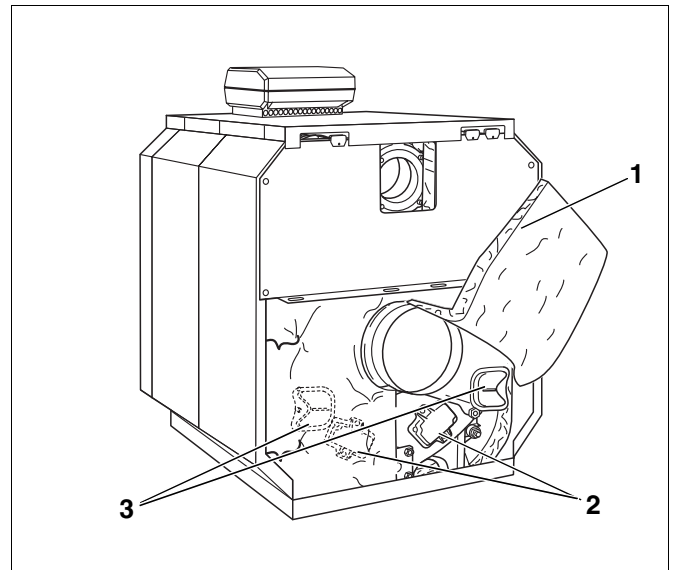

Abb. 74 Reinigungsdeckel demontieren
- Spannfeder unterhalb des Abgasstutzens lösen, den Wärmeschutz nach oben klappen und mit der Spannfeder einhängen (Abb. 74, **Pos. 1**).
- Die Reinigungsdeckel am Hinterglied (Abb. 74, **Pos. 2**) und am Abgassammler (Abb. 74, **Pos. 3**) entfernen.